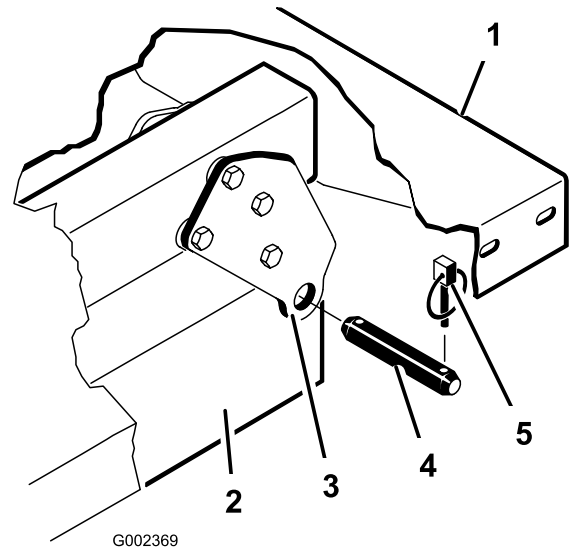

Figure 33
**Remarque:** Vérifiez que les plaques de pivot arrière sont boulonnées au cadre/profilé du véhicule de sorte que l'extrémité inférieure soit inclinée vers l'arrière (Figure 33).